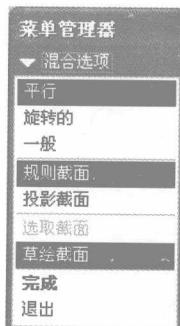
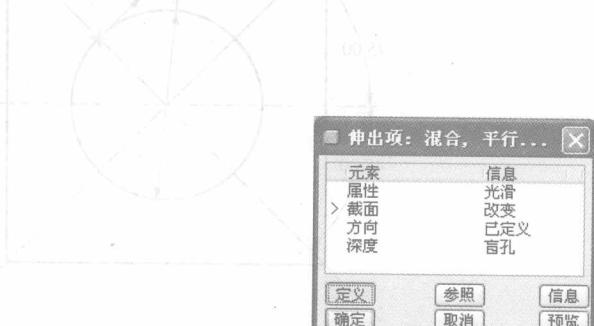
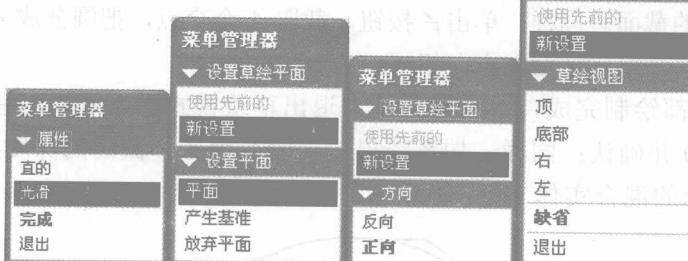

图 1-39 “混合选项”菜单管理器
图 1-40 平行混合特征对话框
图 1-41 参数设置
(1) 进入混合模式：单击“插入”|“混合”|“伸出项”命令，弹出“混合选项”菜单管理器，如图 1-39 所示。选择“平行”|“规则截面”|“草绘截面”|“完成”，弹出平行混合特征对话框，如图 1-40 所示，选择属性为“光滑”，选取草绘平面，方向接受默认设置“正向”，草绘视图为“缺省”，各参数的设置如图 1-41 所示。